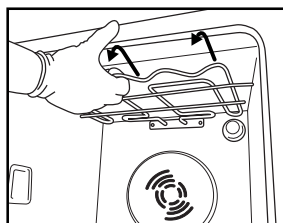
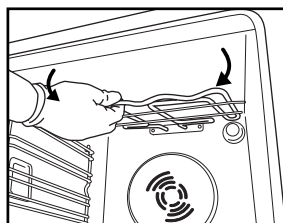

Fig. 4
Fig. 5
2. Tire de la resistencia ligeramente hacia fuera (Fig. 4) y bájela (Fig. 5).